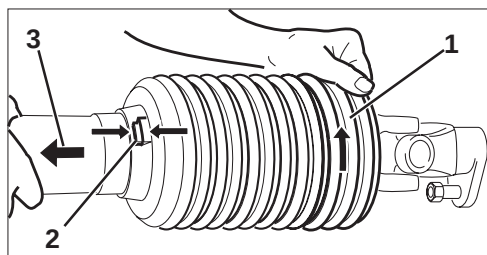

Fig. 5.3
- beschermtrichter (fig. 5.3/1) in de montagestand brengen (fig. 5.3/2).
- beschermpijp (fig. 5.3/3) lostrekken.